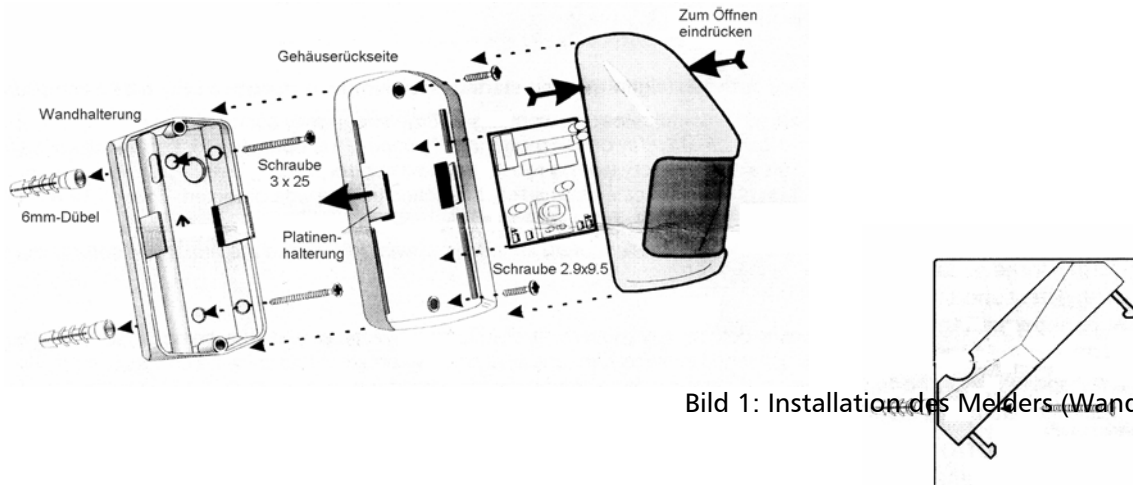

Bild 1: Installation des Melders (Wandhalterung)
Montagematerials oder einfach mit Klebepads an der Wand befestigen. Soll der Melder in der Ecke eines zu bewachenden Raumes platziert werden, verwenden Sie die mitgelieferte Wandhalterung zur Montage, wie in Bild 1 dargestellt.
4. Im untenstehenden Diagramm sind die 3 Zonen des BM03-Erfassungsbereichs sowie die Änderung des Erfassungsbereichs durch Verschieben der Platine ersichtlich. Drücken Sie hierbei die Platinenhalterung (s. Bild 1) nach außen, um die Platine aus dem Gehäuserahmen zu lösen. Als Zubehör sind Tele- (Erfassung 25 m, Reichweite mit 3 m Breite), Haustier- (12 m x 120° mit ca. 40 cm Bodenfreiheit) und Vorhanglinsen (10 m x 120°) erhältlich.